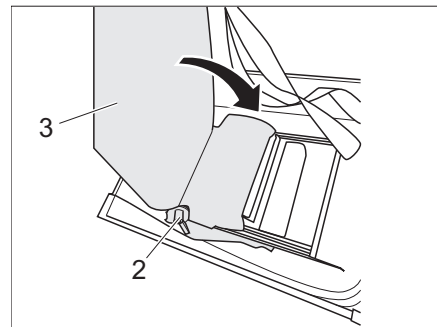

Bild 226 Sitzlehne in der Sitzbank verstauen
- Hebel 1 (Bild 226,2) betätigen und Sitzlehne (Bild 226,3) nach innen klappen.